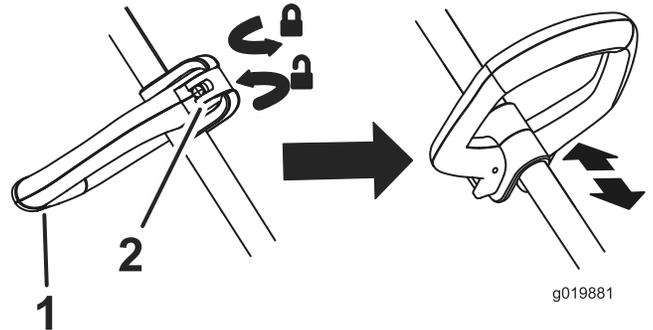

Figura 11
- Para ajustar la altura de la empuñadura auxiliar, abra el pestillo de la empuñadura auxiliar, deslice la empuñadura auxiliar hacia arriba o hacia abajo hasta obtener la altura deseada y sujete la empuñadura en su sitio cerrando el pestillo (Figura 11).